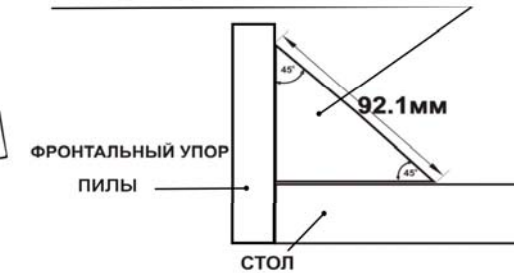

Рис.20
12.6.1. На Рис. 20 показана оснастка - вкладыш, который несложно сконструировать для применения при пилении сложных соединений. Сложные соединения в большинстве случаев применяются при изготовлении картинных рам, создающих теневой контур и подобных изделий. Лицевая сторона вкладыша показана под углом 45° к столу и фронтальному упору. Если необходим другой угол, измените угол лицевой стороны вкладыша на необходимую величину.
12.6.2. Хотя на Рис. 20 показан вкладыш с шириной лицевой поверхности 92,1 мм, этот размер может меняться по необходимости.